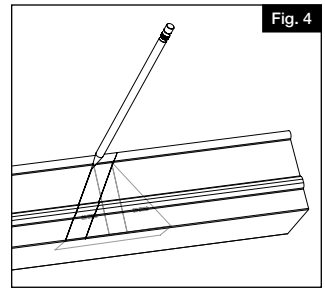
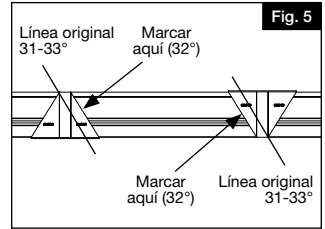

Fig. 4
Fig. 5
Colocar el travesaño inferior perpendicular a la abertura del poste, dejando un espacio equivalente entre el último barrote y el poste en cada extremo (Fig. 3). Marcar 2" (5,08 cm) a partir del extremo del poste para dejar espacio para el ancho del soporte y su expansión (Fig. 4). Alinear el travesaño superior con el inferior y cortar ambos travesaños con una caja de ingletes o sierra para metales (consultar las especificaciones del fabricante de la hoja de sierra para escoger la indicada) (Fig. 5).
- De la línea original creada por el poste, marcar otra línea a 11/16" (1,75 cm) en el interior del travesaño inferior (cercano a los orificios ranurados del barrote) (Fig. 4). Esto se logra utilizando la plantilla de ángulos (Fig. 5). Esta remoción adicional de material le permite dejar el suficiente espacio para los soportes cuando se instale el travesaño. Para este ángulo de 31° a 33°, la nueva línea estará paralela a la línea dibujada previamente.